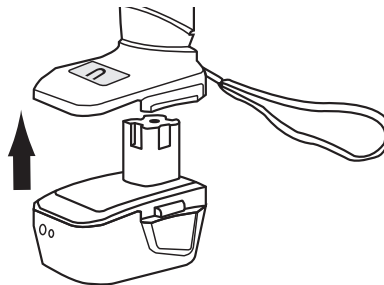

Abb. 2
1. Richten Sie den Akku-Pack (10) am Elektrowerkzeug aus.
2. Schieben Sie den Akku-Pack (10) in den Handgriff (7), bis dieser hörbar einrastet (Abb. 2).